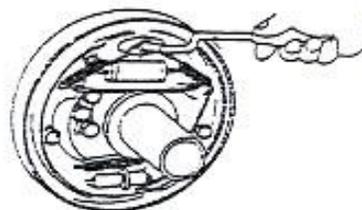

Рисунок 2-22
- (7) Соберите пружину на толкателе ручного тормоза, затем установите толкатель на тормозной колодке. См. рисунок 2-22